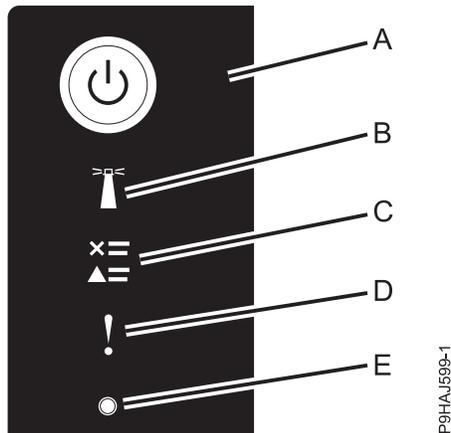

Abbildung 7. Anzeigen der Steuerkonsole
- Die Betriebsanzeige (A) (siehe folgende Abbildung) blinkt.
3. Drücken Sie den Netzschalter (A) auf der Steuerkonsole (siehe Abb. 7).